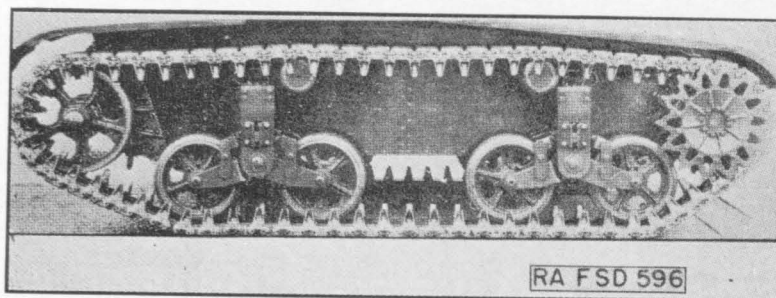

Рис. 60. Подвеска танка.
89. Описание и работа (рис. 60).
95. **Гусеницы** (рис. 60 и 65).